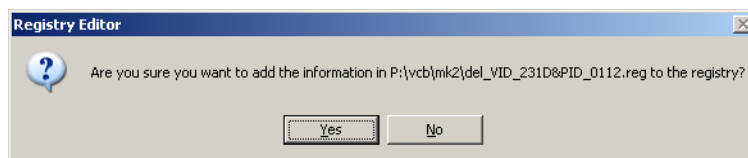

Рис. 2.3.
2. Чтобы завершить удаление устаревшей информации, запустите на выполнение редактор реестра с подготовленными данными. Для этого достаточно выполнить двойной щелчок левой кнопкой мыши по имени файла экспорта реестра и разрешить системе внести изменения в реестр (рис. 2.3).